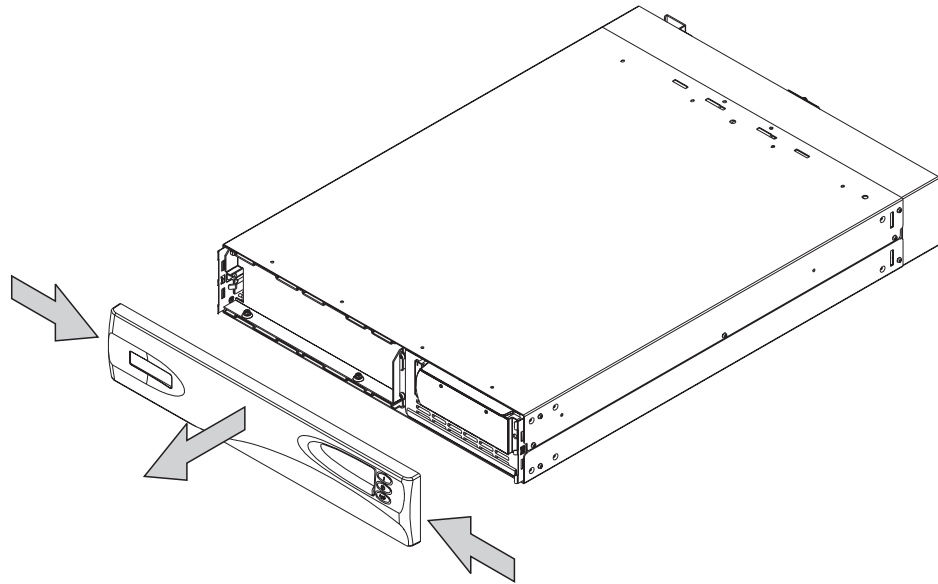

图 114. 卸下不间断电源前面板
2. 将前面板的两侧向内按, 卸下前面板, 然后拉出两端 (图 114)。